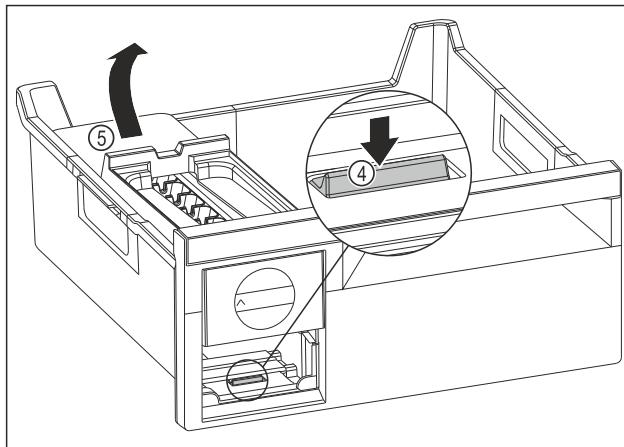

Fig. 111
- Извлеките корпус EasyTwist-Ice: Надавите пальцем вниз на накладку Fig. 111 (4) и одновременно другой рукой поднимите корпус EasyTwist-Ice Fig. 111 (5) сзади.